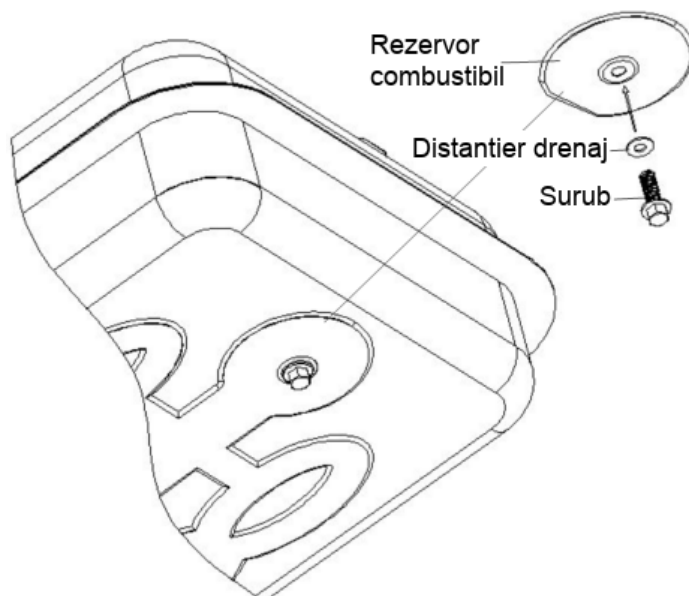

Figura 5. Indepartarea surubului pentru drenaj
1. Pentru modelele ZB-H70 / H100 drenati combustibilul prin orificiul de drenare din partea de jos a rezervorului de combustibil (Figura 5).